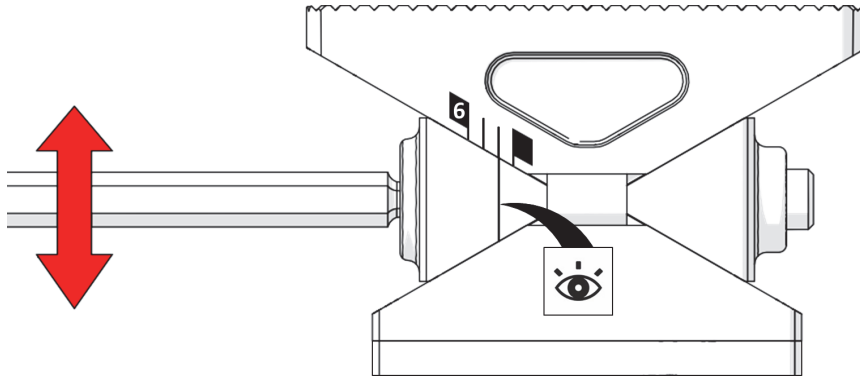

Figura 1-19 Alineamiento con la marca de indexación
2. Ajuste los cuatro pies hasta la marca de indexación que proporcione un montaje firme entre la banda circunferencial y la tubería (ver Figura 1-19 en la página 40). Asegúrese de que los cuatro pies estén alineados con la misma marca de indexación.